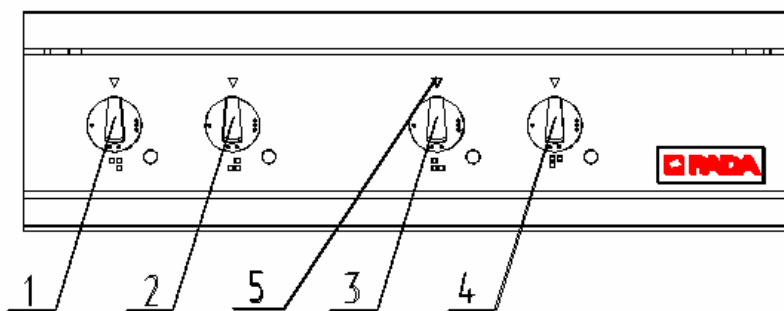

Рисунок 3 –Панель управления конфорками плит ПЭ-804 О
5.2.2 Каждая конфорка снабжена отдельным переключателем, которые расположены на панели управления конфорками (рисунок 3; 4).
Ступенчатое регулирование мощности нагревателей каждой конфорки осуществляется установкой ручки переключателя в положение «1», «2» или «3», что соответственно определяет степень нагрева: слабый, средний или сильный. Отключение конфорки производится установкой ручки переключателя в положение «0». Мнемосхемы на панели управления указывают, к какой конфорке относится ручка переключателя мощности (рисунок 3; 4).